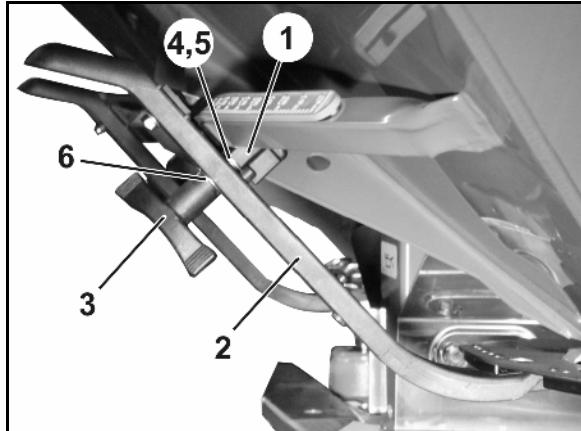

Fig. 66
6. Klemmemekanismen (Fig. 66/1) for stillespaken (Fig. 66/2) skal monteres på følgende måte:
- 6.1 Skru av vingemutteren (Fig. 66/3).
- 6.2 Ta ut skruen, og bytt om på de to underlagsskivene (Fig. 66/4) fra bak (Fig. 66/5) til foran (Fig. 66/6).